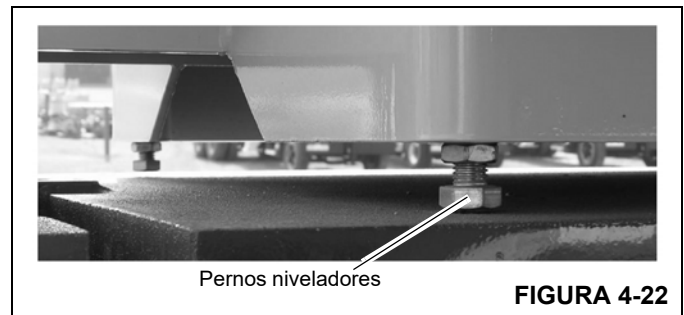

FIGURA 4-22
9. Ajuste los cuatro pernos niveladores del contrapeso (Figura 4-22) para eliminar todo movimiento relativo entre el contrapeso y la plataforma de giro.